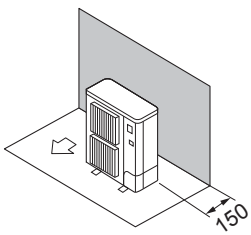

Fig. 2-3
- ① Yalnızca arkadaki engeller (Fig. 2-3)